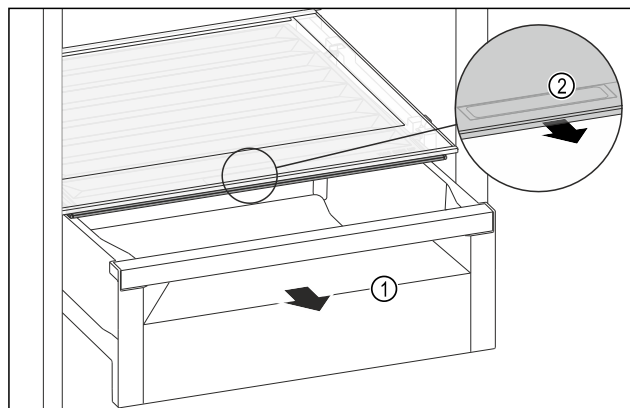

Fig. 187
- Retirer le tiroir Fig. 187 (1).
- Saisir la poignée encastrée Fig. 187 (2) du couvercle du compartiment et tirer le couvercle du compartiment par l'avant.